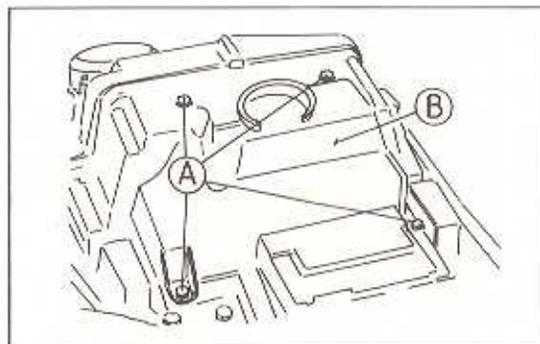

Bild 3
- Den Deckel des Luftfiltergehäuses abbauen (Bild 3).